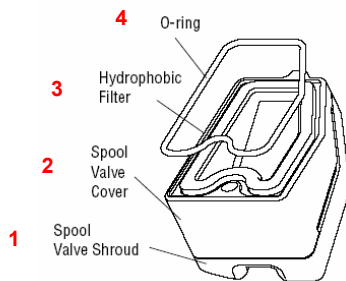

Рисунок 17. Крышка золотникового клапана
2. Снимите уплотнительное кольцо, установленное по периметру гидрофобного фильтра и отложите его в сторону. (рис. 17).
4. Установите уплотнительное кольцо на основание выпускного узла крышки полости клапана, как показано на рис. 17.